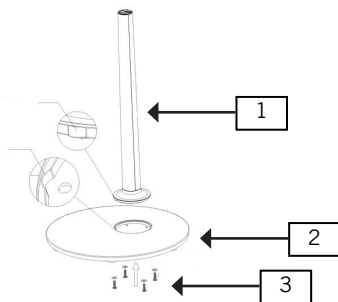

Abb. 1
4. Stecken Sie das untere Standrohr in den Sockel (Nase am Standrohr und Aussparung im Sockel müssen ineinander liegen, Abb. 1).